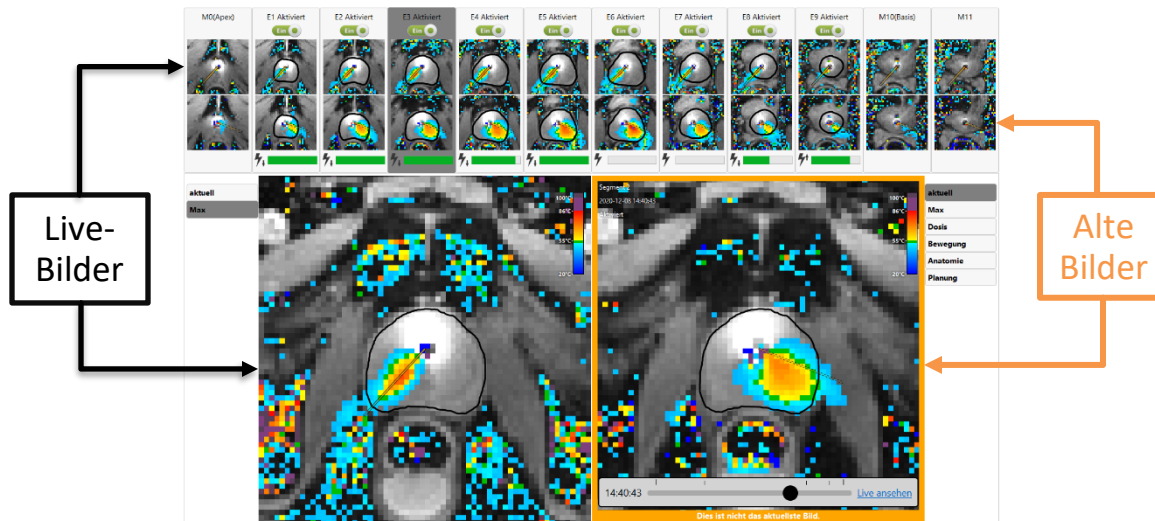

Abbildung 88: Die Meldung „Dies ist nicht das aktuellste Bild.“ unter dem Verlaufsregler
**HINWEIS:** Wenn Sie Bilder vorheriger Zeitpunkte anzeigen, weist eine Umrandung um das rechte Bildfenster darauf hin, dass die angezeigten Bilder nicht die neuesten Bilder sind (*Abbildung 88*). Eine gestrichelte Linie zeigt an, wo sich der Strahlwinkel zum vorherigen Zeitpunkt befand. Um zum aktuellen Zeitpunkt zurückzukehren, klicken Sie auf **Live ansehen**, oder ziehen Sie den Verlaufsregler, bis die umrandete Meldung verschwindet.